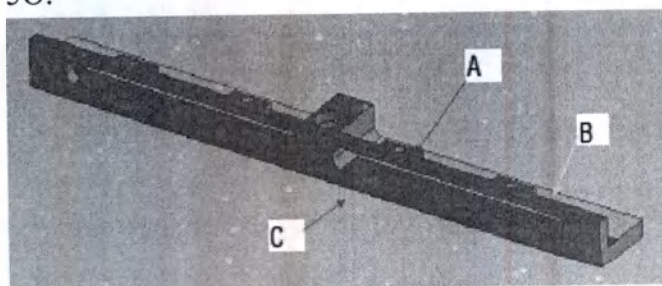

Рисунок 5N. Области, подлежащие очистке, А (показано красным цветом), В (показано серым цветом), С (показано зеленым цветом)
2. Пользователям необходимо очистить накопленный парафин в области А, В, С и D на рис. 5N и 5O.